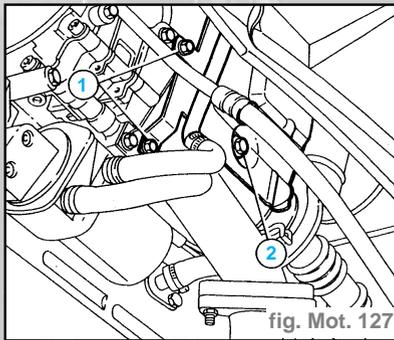

fig. Mot. 127
- Dévisser les vis (1) de fixation des tuyaux rigides d'amenée et retour du liquide de refroidissement à l'échangeur de chaleur d'huile, ensuite dévisser la vis (2) de fixation inférieure de la protection contre la chaleur (fig. Mot. 127).